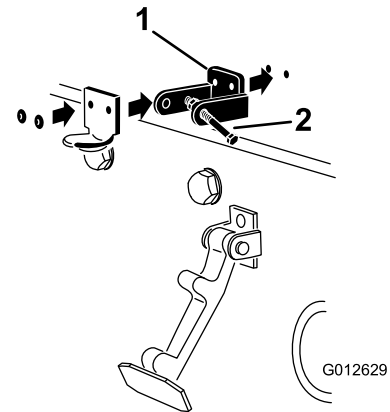

**Figura 7**
2. Retire los 2 remaches que sujetan el cerradero del capó al capó (Figura 7).